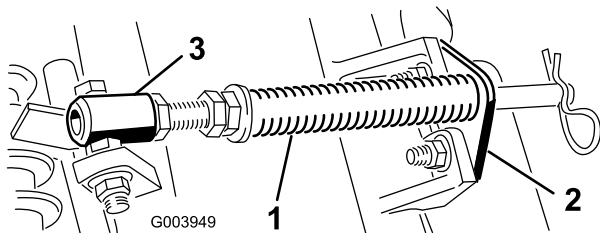

図 5
- A. カットティングユニットのタブにロッドブラケットを固定しているキャリッジボルト2本を外す 図 5。
- B. スプリングチューブのボルトをキャリアフレームのタブに固定しているフランジナット 図 5 を外す。アセンブリを取り外す。